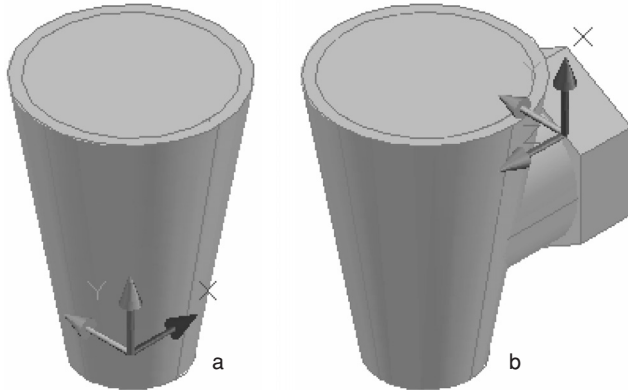

Fig. 9.30 Exercițiul 9.8 – schimbarea UCS-ului
- Se trece acum la modelarea volumelor orizontale, exterioare și interioare, din componența piesei. Pentru modelarea porțiunii hexagonale (hex1), se modifică sistemul de coordonate, mutându-l mai întâi cu originea în capătul axei orizontale și apoi rotindu-l în jurul axei Y, pentru a aduce direcția axei Z în lungul axei orizontale a piesei – Fig. 9.30, b. Înainte de aceasta însă, actualul UCS se salvează sub numele de **UCS1**.